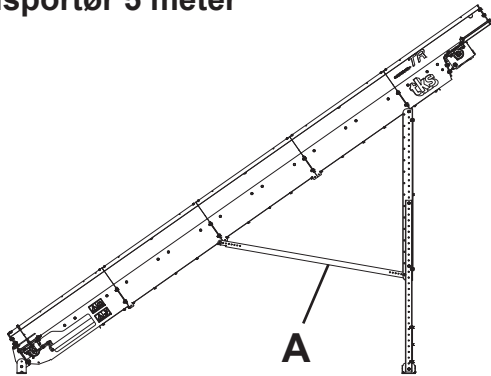

Fig. 7a
- På transportører opp til 5 m festes foten til siste midt seksjon. **Se Fig. 7a**
- Monter støttestagene. På transportører opp til 5 m festes støttestagene ned mot retur enden. **Se Fig. 7a**